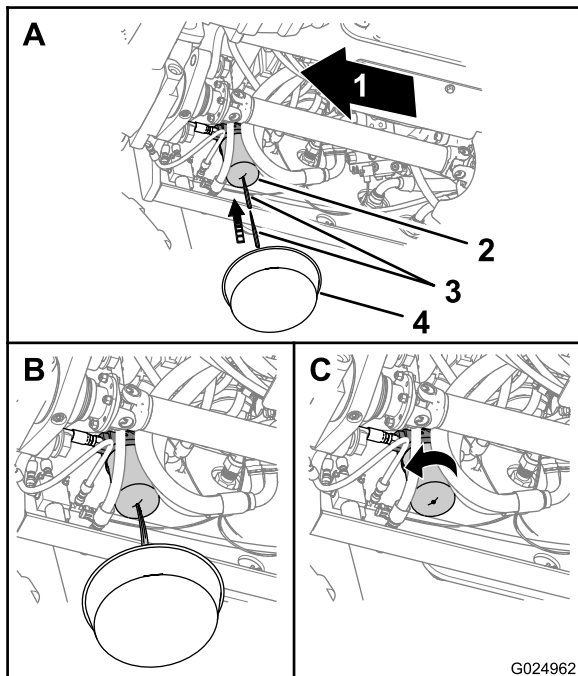

Figura 102
1. Posicione uma bandeja de drenagem sob o filtro de óleo da transmissão (Figura 102).
2. Perfure o fundo do filtro de transmissão e permita que o fluido hidráulico residual escoe para o recipiente (Figura 102).
3. Remova o filtro da transmissão com uma chave saca-filtro e descarte o filtro (Figura 102).
6. Instale o novo filtro com a mão e aperte firmemente o filtro 1/2 a 3/4 de volta após ter feito contato com o cabeçote do filtro (Figura 102).